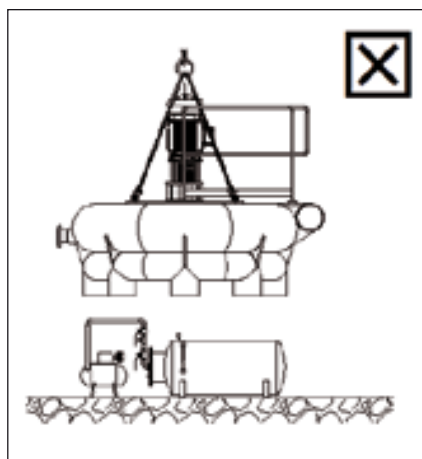

Figura 7
- Se debe evitar levantar el equipo de bombeo por sobre otros dispositivos (figura 7).